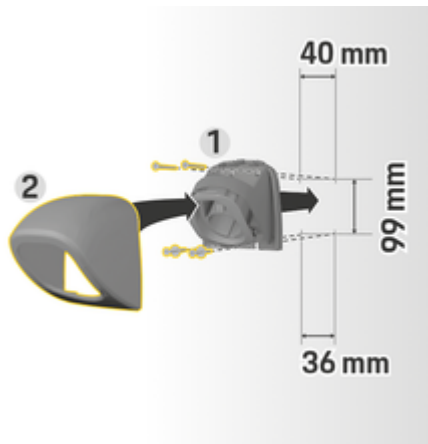

Fig. 225: Dimensiuni de găurire
1. Scoateți dispozitivul de fixare a conectorului **1** (Fig. 225) din capac **2** (Fig. 225).
4. Înșurubați dispozitivul de fixare a conectorului **1** (Fig. 225) pe perete.
5. Montați capacul **2** (Fig. 225) pe dispozitivul de fixare a conectorului **1** (Fig. 225) de dedesubt și împingeți în sus.